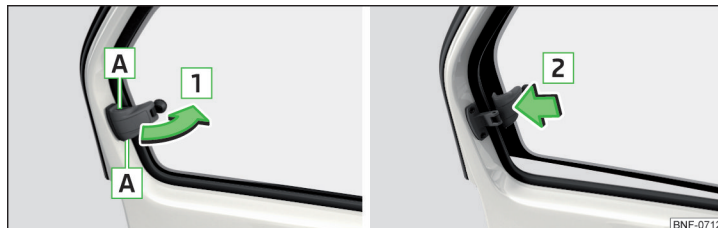

Fig. 37 Deschiderea/închiderea geamurilor din spate
- ▶ Pentru **deschiderea** geamurilor, apăsați siguranța din locul **A** » fig. 37.